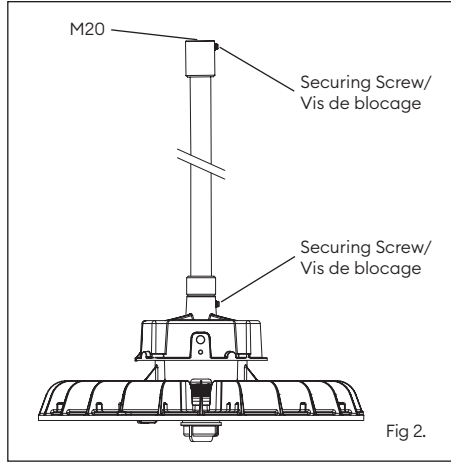

Fig 2.
3. Mount the rod onto the M20 thread / mounting surface and fix into position by tightening the securing screw on the rod component. (Fig.2).
3. Montez la tige sur le filetage M20 / la surface de montage et fixez en position en serrant la vis de blocage sur la tige. (fig.2).